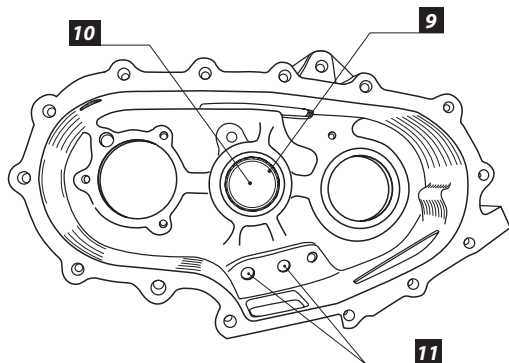

Рис. 4
7. Выбейте заглушки штоков [11] (Рис. 4), которые стоят со стороны КПП. Выбейте подшипник [9] с заглушкой [10] лёгким постукиванием медной выколотки в направлении фланца переднего моста.